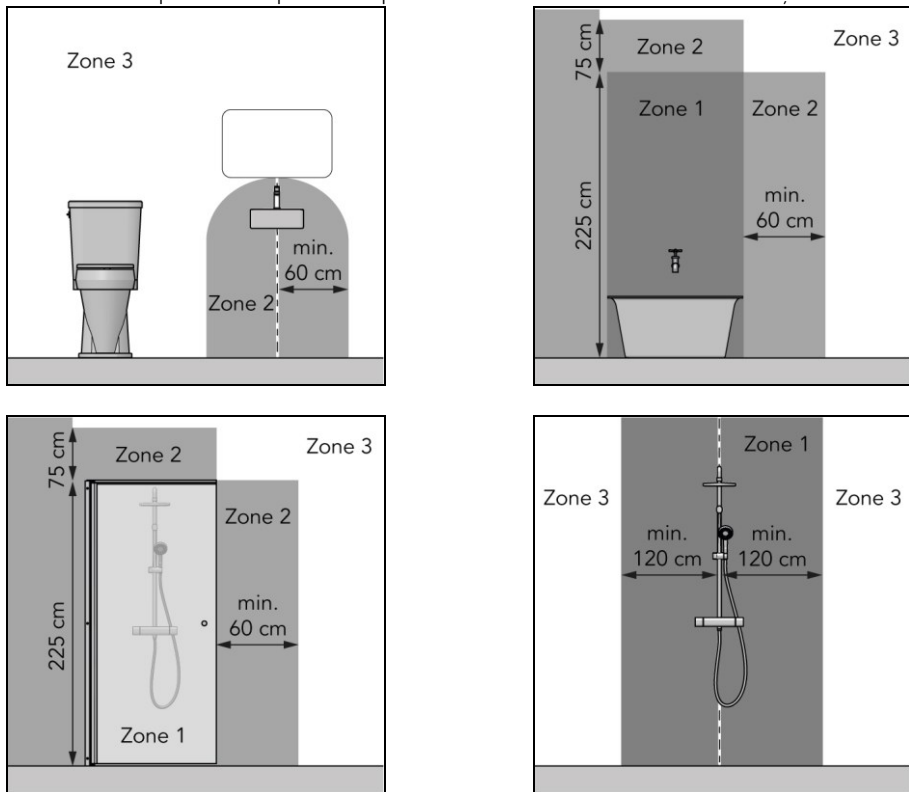
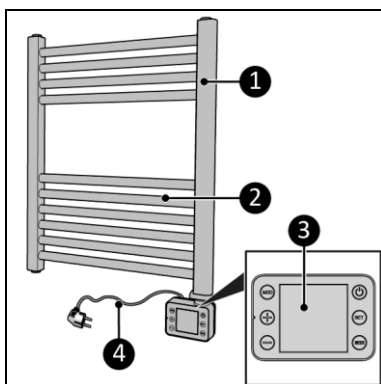

Figura 1
Figura 4
- în zona 3 a unui grup sanitar sau a unei băi cu cadă, a unui duș cu paravan sau fără paravan (Figura 1);
Radiatorul de baie Sani (Figura 4) este un încălzitor electric pentru baie, ușor de utilizat, destinat exclusiv zonei 3 din baie (Figura 1). Dispozitivul poate fi programat prin intermediul temporizatorului, pentru o zi sau pentru o săptămână. Dispozitivul poate fi utilizat împreună cu aplicația Eurom Smart App.